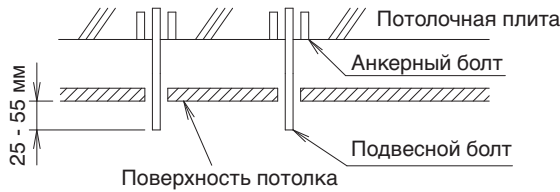

Рис. 9
**(4) Установите подвесные болты.**
- Заранее отрегулируйте длину подвесного болта. (См. рис. 9)
- Детали, показанные на рис. 9, приобретаются на месте.